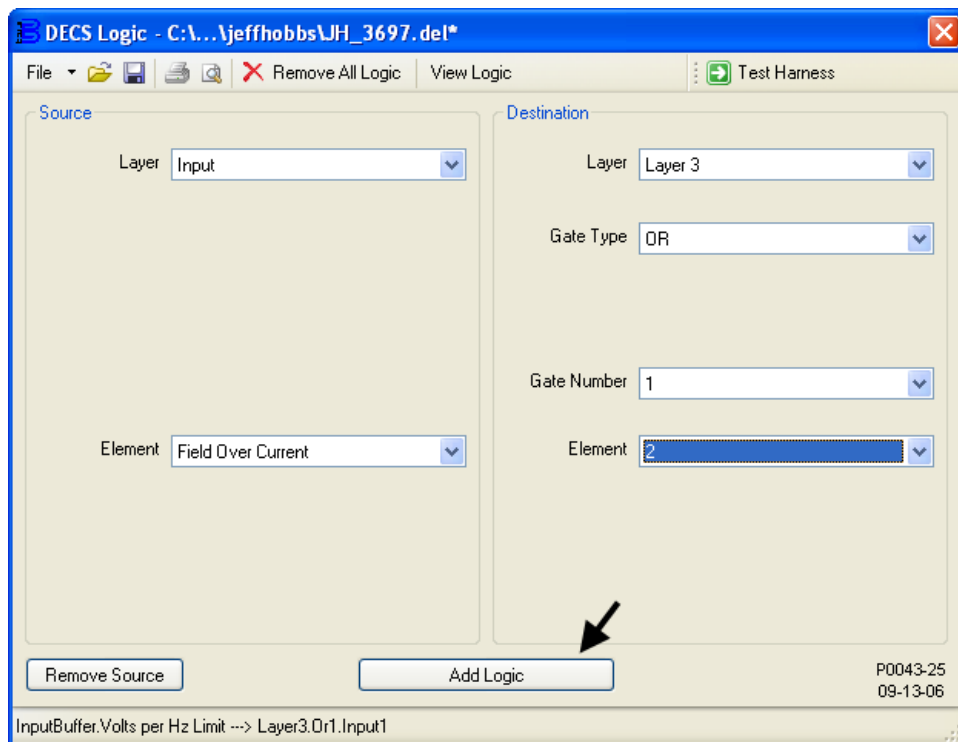

Figura 9-21. Agregar Layer3 InputBuffer.Field Over Current ---> Layer3.Or1.Input2
- La Figura 9-21 muestra los ajustes de la ventana DECS Logic (Lógica de DECS) asociados a este paso. Conecte el búfer de entrada Field Overcurrent Active (Sobrecorriente de campo activa) a la entrada 2 de la OR Gate 1 (compuerta OR 1) en Layer 3 (capa 3) de la lógica. En la Tabla 9-2, esta asociación se identifica como "DESTINATION (DESTINO): Layer3 – InputBuffer.Field Over Current → Or1.Input2".